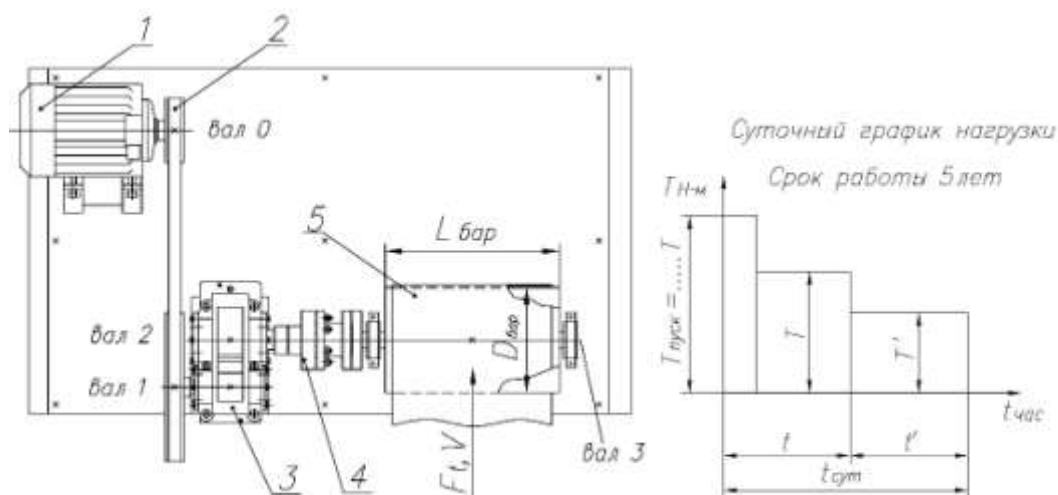

Рис. 1. Привод ленточного конвейера с прямозубым редуктором:
1. Рассчитать привод ленточного конвейера по схеме рис. 1 с прямым зубым цилиндрическим редуктором по следующим данным: